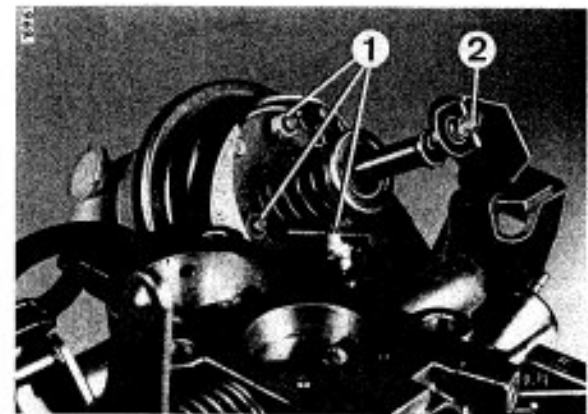

Bild 20
6.6 Drosselklappenansteller ersetzen (Bild 20)
- Befestigungsmuttern (1) (3 Stück) lösen und Drosselklappenansteller herausnehmen.
- Leerlaufanschlagschraube (2) gegen neue ersetzen.